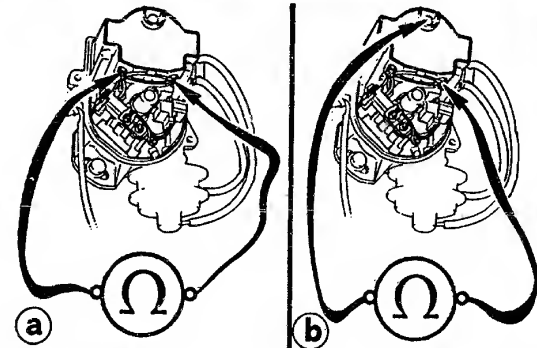

Bild 60 Motor 4A-C: Prüfen des Primär- (a) und Sekundärwiderstandes (b) der Zündspule.
- 3) Um den Widerstand der **Zündspule** zu prüfen, müssen Verteilerkappe, Rotor und Staubabdeckungen abgenommen werden (Bild 60).